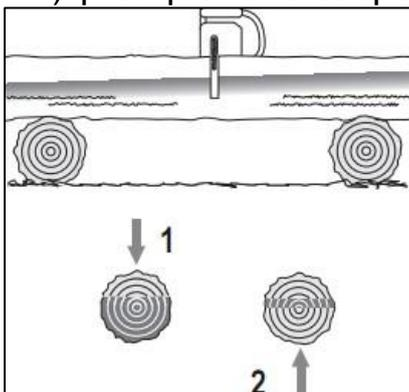

Fig.43
- 1) pratiquer une coupe par le haut pour 1/3 du diamètre (Fig.43).